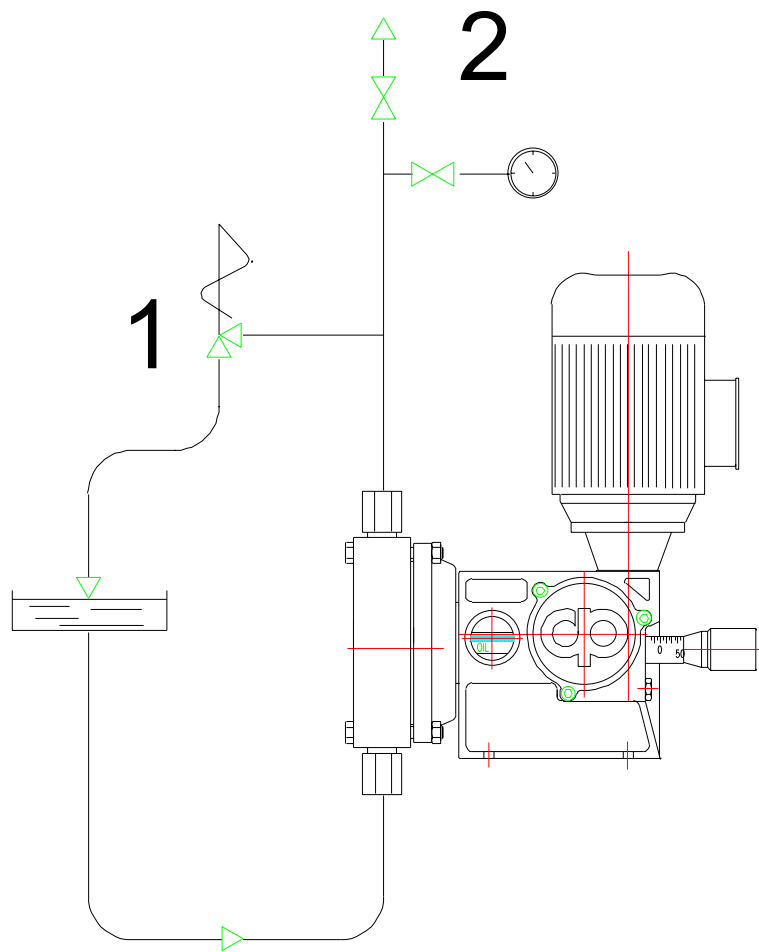

Fig.11
- Installare la valvola di sicurezza come da schema di seguito riportato (Fig. 11) .